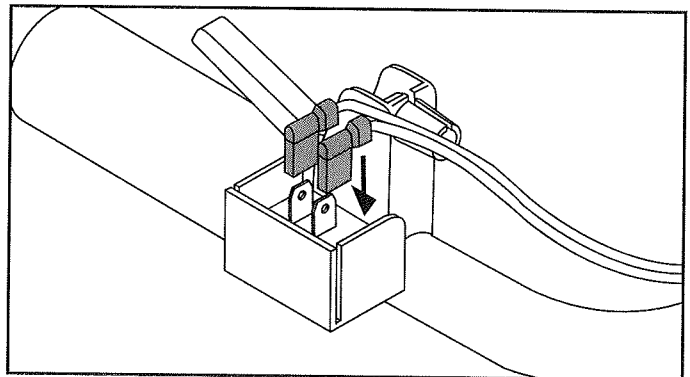

Fig. 12
7. Enchufe ambos alambres en las terminales situadas en la base del interruptor de encendido (Fig. 12).